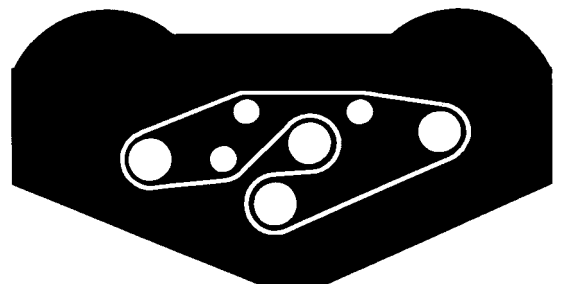

Figure 13
5. Acheminer la courroie neuve autour des poulies d'axes et de l'ensemble poulie de tension, comme indiqué à la Figure 13.